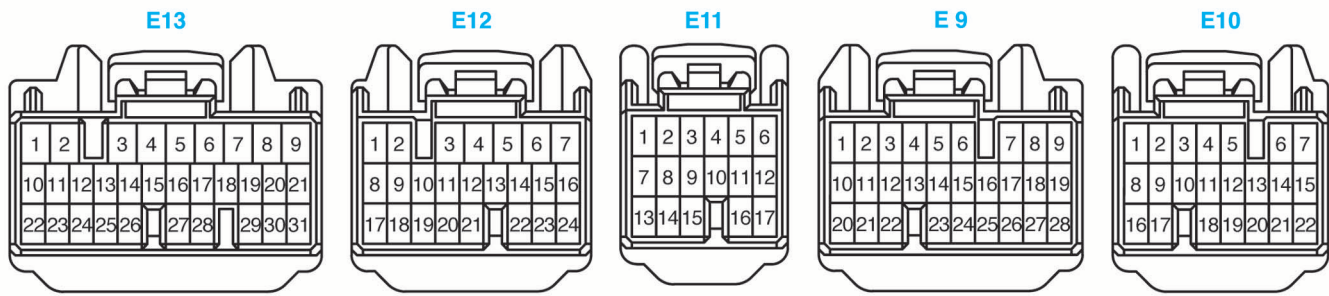

FIG. 17
**Affectation des bornes du calculateur (jusqu'au 07/2004) (fig. 17)**